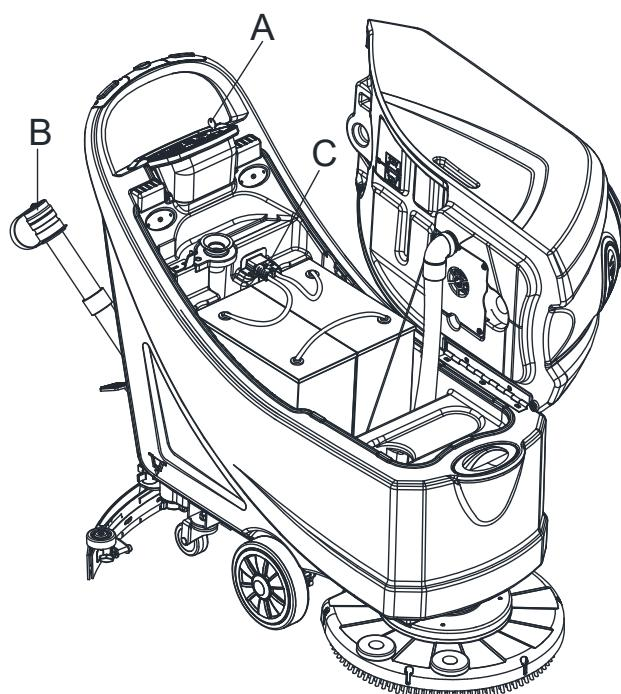

Рисунок 23
- Очистите крышку бака утилизации (A), бак утилизации (B), очистите бак для воды (C) и рамку-держатель поплавкового фильтра (E). Опорожните бак утилизации при помощи дренажного шланга (D, Рисунок 23).
- Отсоедините кабель электропитания (C, Рисунок 23) от сети электропитания.